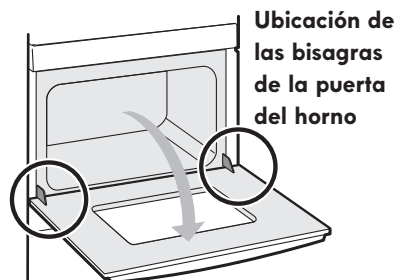

Figura 10: Ubicación de las bisagras de la puerta
1. Abra completamente la puerta del horno, dejándola horizontal con el piso (vea la Figura 10).
3. Abra completamente la puerta del horno, dejándola horizontal en relación con el piso (vea la Figura 10).